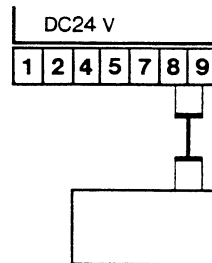

Figura 17
- allacciamento al morsetto 8 e 9 come da figura 17